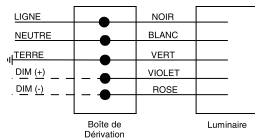

FIGURE 1
Il y a trois fils sortant de ce luminaire: (Câblage illustré sur la FIGURE 1)
- (2) Connectez les fils comme indiqué dans la figure. (FIGURE 1)